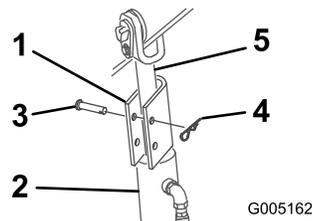

図 20
4. ローダアームのシリンダロックを各昇降シリンダロッドにはめる（図 20）。
5. 各ローダアームのシリンダロックをクレビスピンとコッターピンで固定する（図 20）。